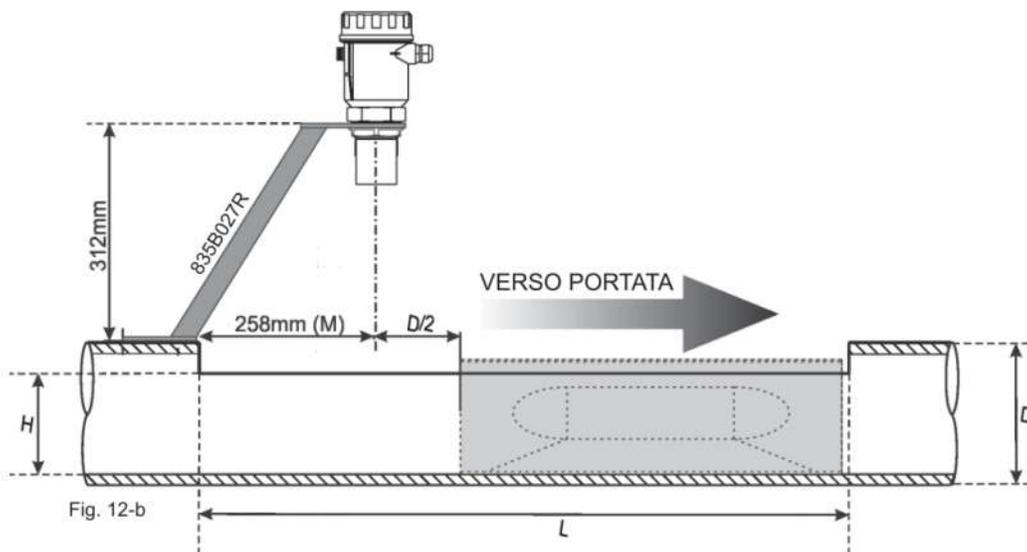

Fig. 12-b
- c) dimensione "M" = 143mm (in fig.12-a l'accessorio 835A027R per le PTU50 e PTU51)